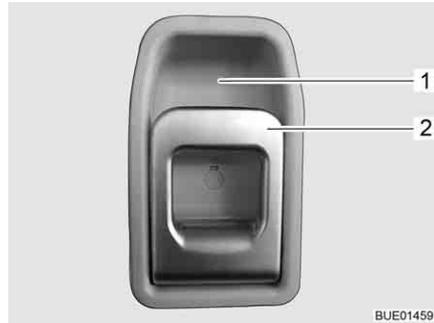

Fig. 37 Cerradura de la puerta de entrada, en el interior
- Abrir:* ■ Tirar del tirador (Fig. 37,2). Se desbloqueó la cerradura de la puerta.
- Bloquear:* ■ Presionar la parte superior del tirador (Fig. 37,2) hacia el alojamiento del tirador (Fig. 37,1).